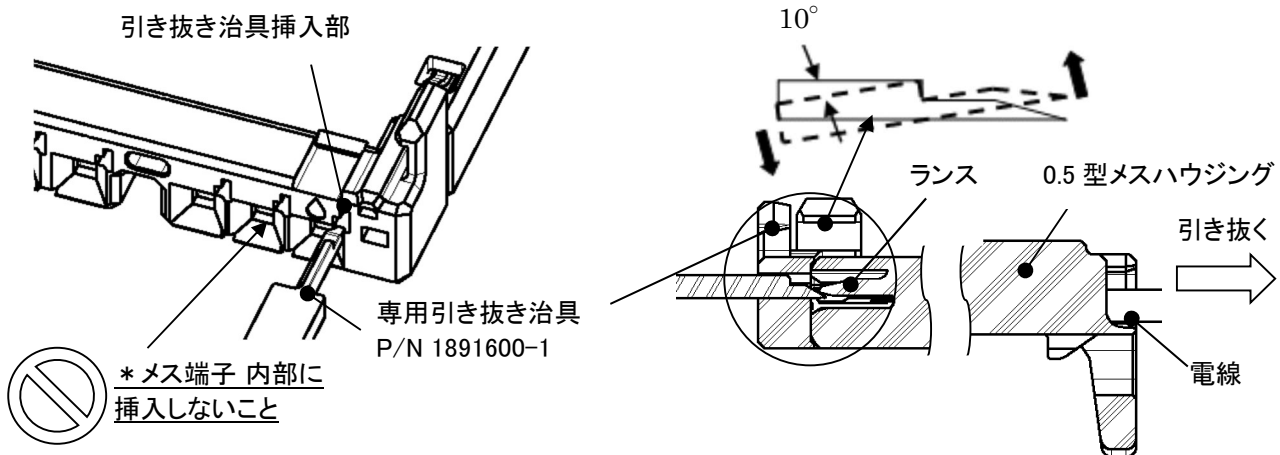

Fig.26
0.5 型ハウジングが分解されていることを確認します。合体している状態では端子が引き抜きできません。専用の引き抜き治具を所定の穴へ突き当たるまで挿入し、電線を引っ張り、端子を引き抜きます。(Fig.26)